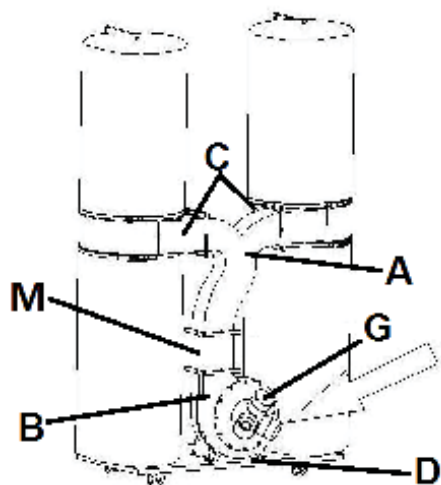

Рис. 11
- Тепер можна встановити блок впускного отвору на вхідний отвір вузла двигуна/вентилятора, як показано на Рис. 11.
- Приєднайте сталевий дрід шлангу до жовто-зеленого дроту заземлення (РЕ, Рис. 11). Це забезпечить захист від статичної електрики.